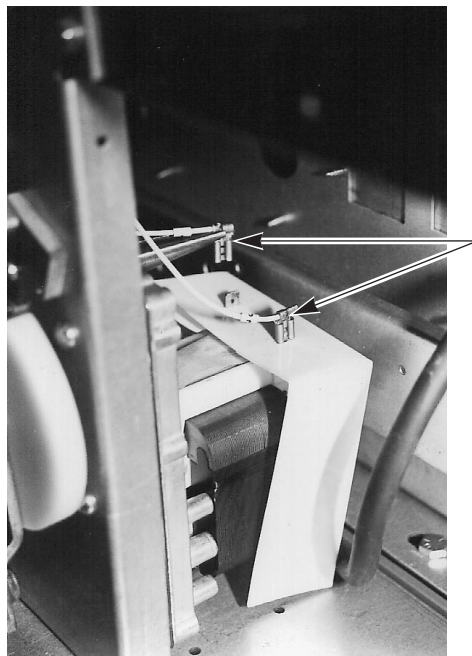

Fig. 68
5. Remove motor wiring. (Fig. 68)